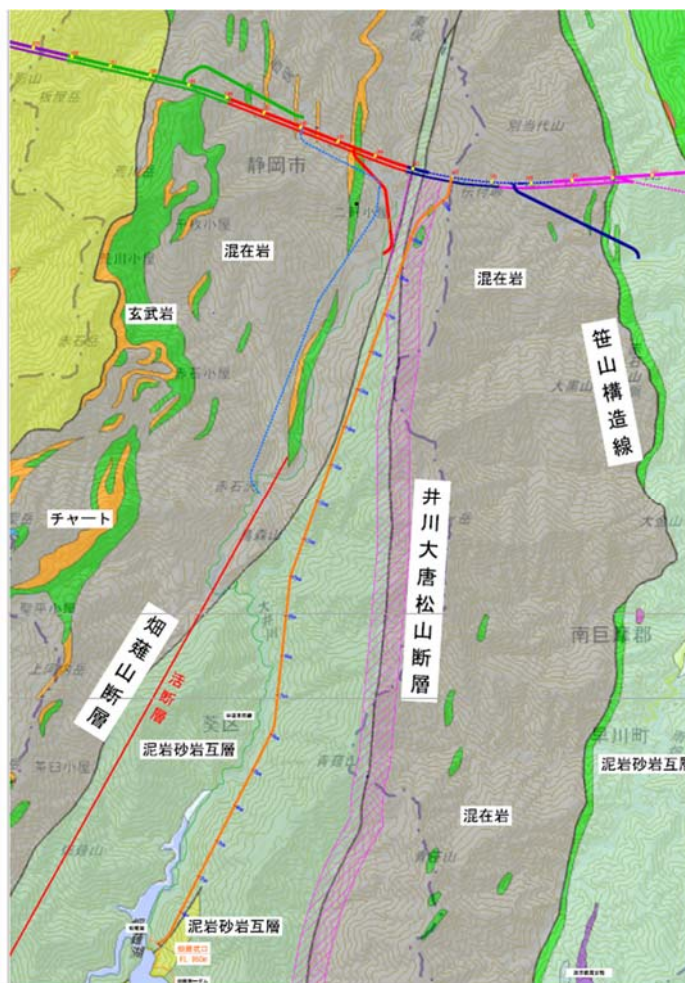
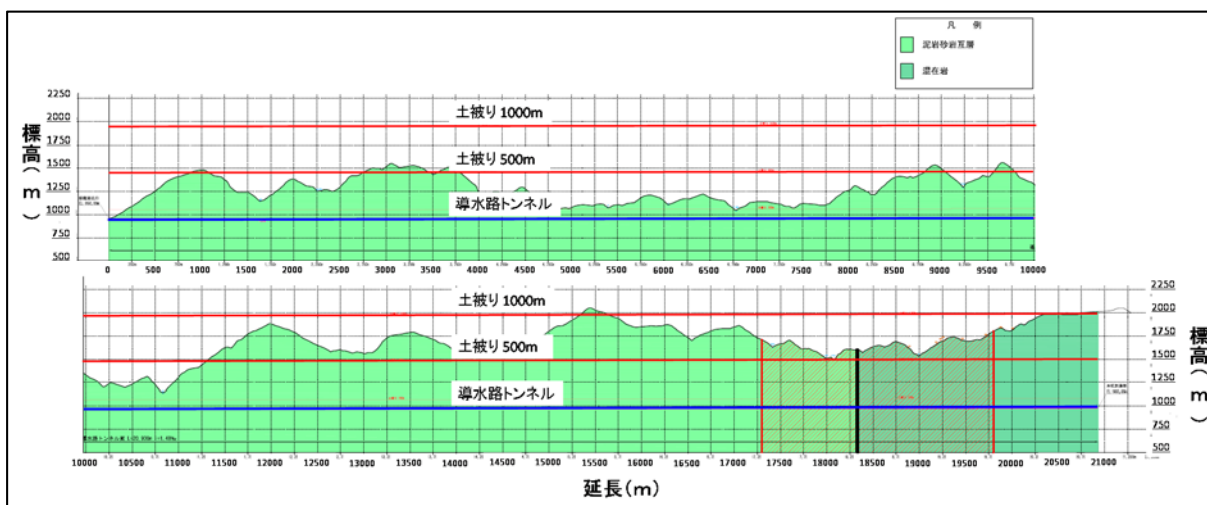

図 9-3 県境付近へ導水路トンネルを取付ける計画（産総研地質平面図）
図 9-4 地質縦断図
(3) 参考資料3 山梨県境付近への導水路トンネル取付けに関する追加検討資料
- ・導水路トンネルの計画について、産業技術総合研究所の地質図にトンネル計画を重ね合わせ、さらにトンネル縦断図を作成し、確認しました。(図 9-3、図 9-4)
- ・産総研の地質平面図（図9-3）では、県境付近へ導水路トンネルを取付けるためには、井川－大唐松山断層を南北方向に平行して掘削する必要があります。
- ・地質縦断図（図9-4）で見て頂けると、坑口0kmから4km付近と11km付近から到達部20km付近までの区間約13kmにおいて、土被りが500m以上の大土被りとなり、長大なトンネルを掘削することは、技術的にも難しいと考えます。